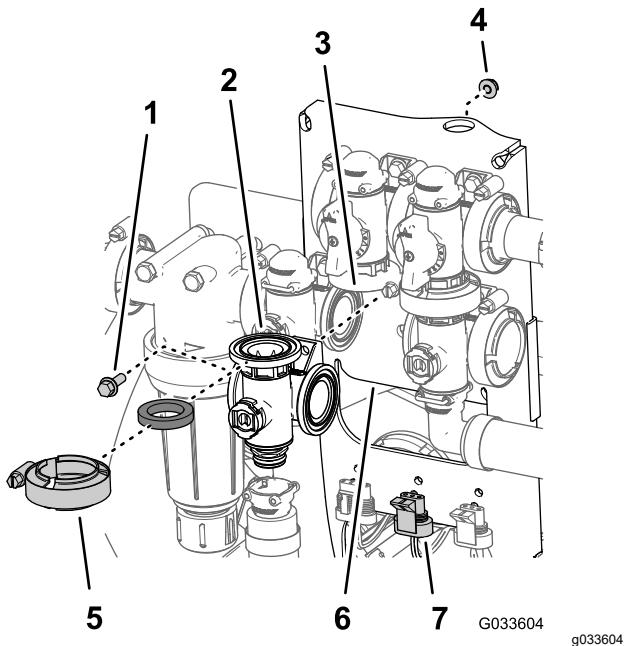

Figure 127
1. Alignez la bride du collecteur de la vanne d'agitation, un joint et la bride de la vanne de dérivation d'agitation (Figure 127).
9. Fixez la vanne d'agitation sur son support à l'aide du boulon à embase et du contre-écrou à embase (Figure 127) que vous avez retirés à l'opération 3 de Dépose de la vanne d'agitation du collecteur \(page 82\), et serrez l'écrou et le boulon à un couple de 10 à 12 N·m (90 à 110 po-lb).